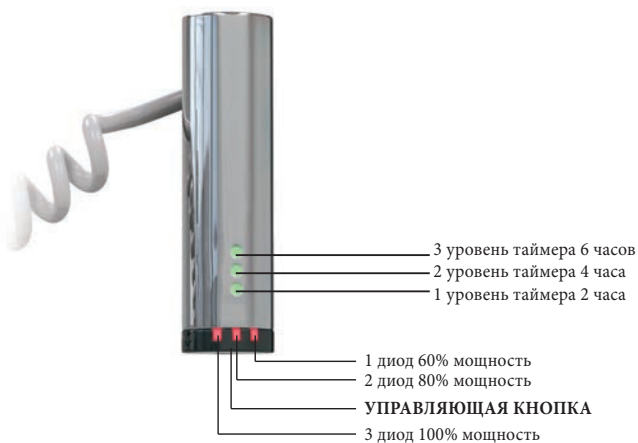

Рис. 5
- 6.1. Терморегулятор с таймером – необслуживаемое устройство, предназначенное для регулировки мощности и времени работы электрического полотенцесушителя с кабельным нагревающим элементом (Рис. 5).